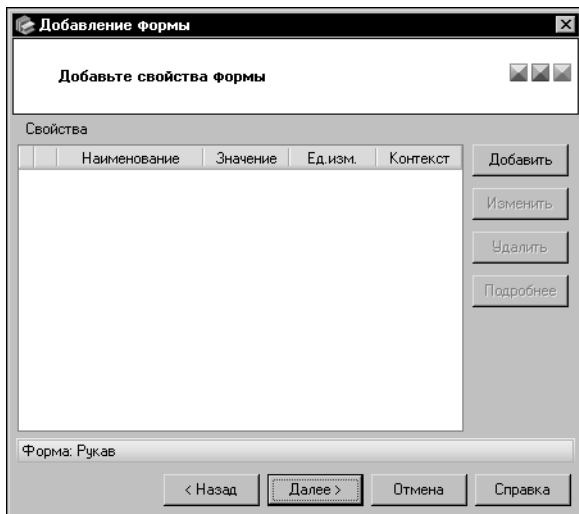

Рис. 6.15. Мастер добавления формы: шаг 2
8. В окне второго шага мастера (рис. 6.15) вы можете сформировать список свойств формы.